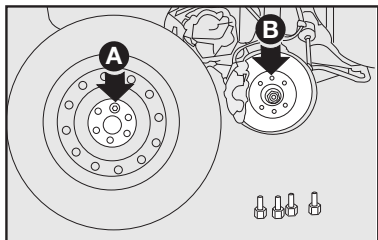

fig. 12
6) Montar a roda sobressalente, encaixando os furos **A**–**fig. 12** com os respectivos pinos **B**.